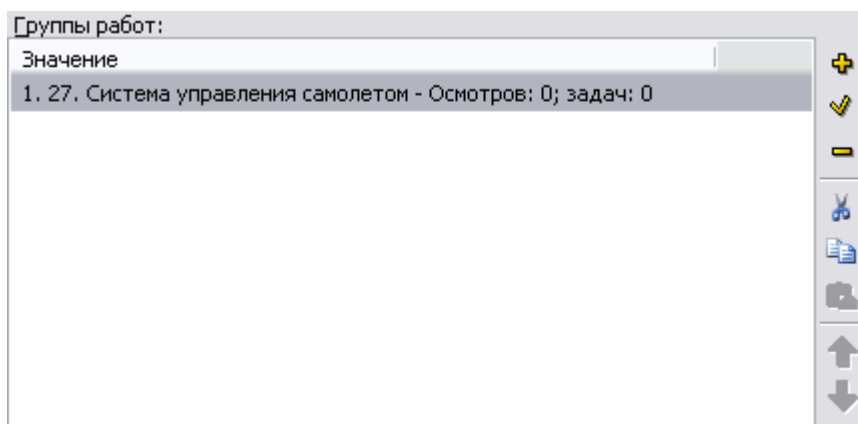

Рис. 7.72
3. Наименование группы работ появится в окне **Группы работ** (Рис. 7.72).